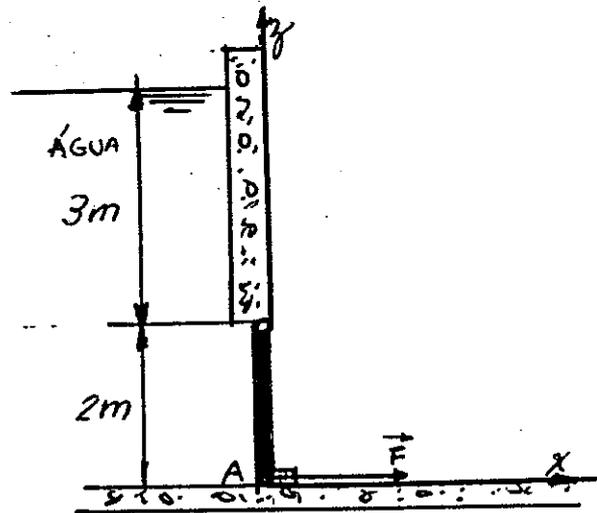

Fig. 10.2.5
10.2.5 - Uma represa de água ( $\gamma = 10 \text{ kN/m}^3$ ), conforme Fig. 10.2.5, possui uma comporta quadrada vertical. Calcular